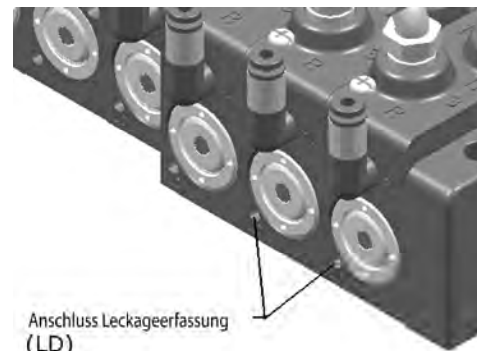

Abb. 11
- Der Ventilblock/individuelle Anschlussplatte verfügt über einen Leckageerfassungsanschluss zur Überprüfung der Funktionstüchtigkeit der Ventildichtungen. Siehe Abb. 11.